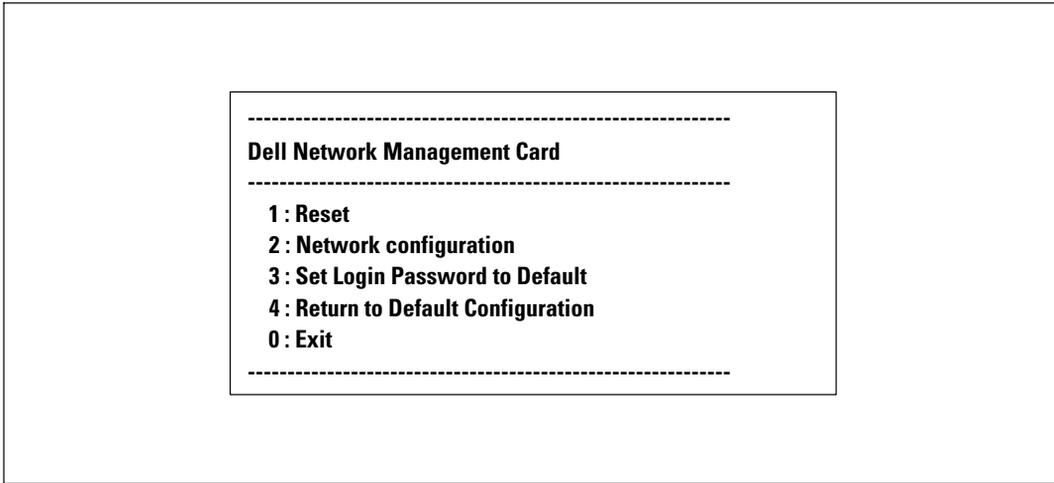

Figura 38. Menú principal de la Tarjeta de Gestión de Red de Dell
- 3 Introduzca la contraseña **admin** (no modificable). Aparece el menú principal de la Tarjeta de Gestión de Red de Dell (consulte la Figura 38).